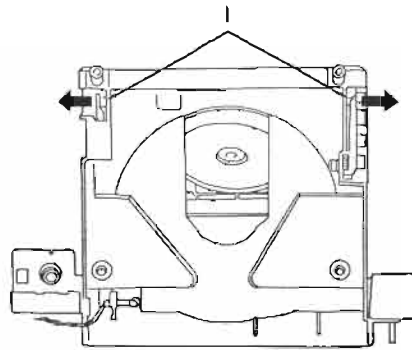

Abb. 21 Fig. 21
- 2 Haltestege l (Abb. 21) in Pfeilrichtung drücken und CD-Fachdeckel 13 abnehmen.
- Remove the 2 ribs l in direction of the arrows (Fig. 21) and remove the CD compartment lid 13.